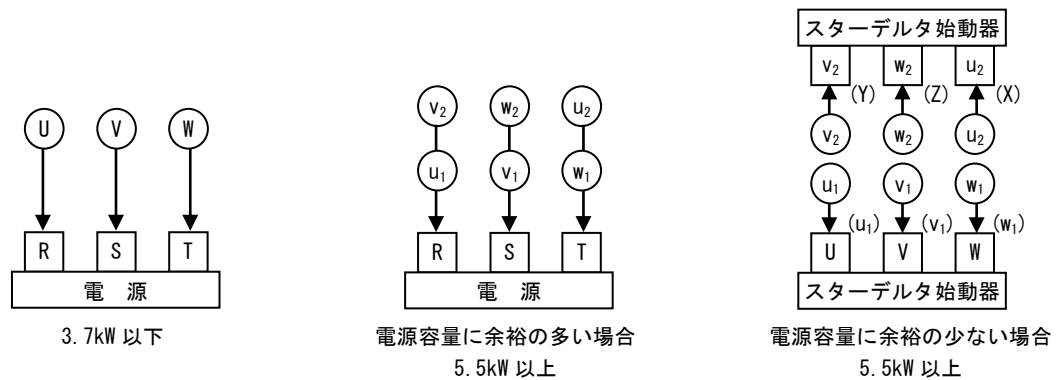

図 11 配線接続図
- (1) 配線は図 11 または、電動機のターミナルボックス内ぶたに表示された結線図もしくは電動機に付属された取扱説明書に従って行ってください。